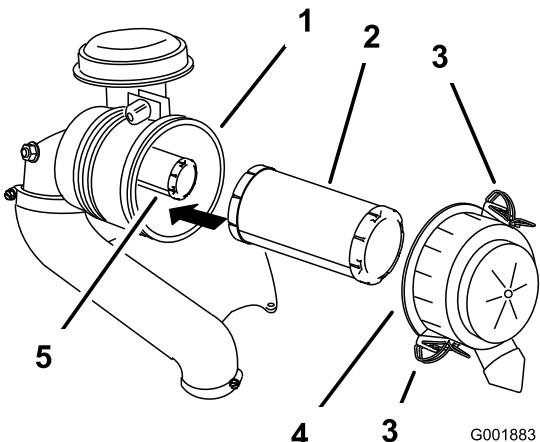

Figura 44
3. Abra los cierres del limpiador de aire y tire de la tapa del limpiador de aire para separarla del cuerpo del limpiador de aire (Figura 44).
- Si va a cambiar el filtro de seguridad, deslícelo cuidadosamente en el cuerpo del filtro (Figura 44).
- Deslice cuidadosamente el filtro primario por encima del filtro de seguridad (Figura 44).
- Instale la tapa del limpiador de aire con el lado que lleva la palabra **up** hacia arriba, y fije los cierres (Figura 44).
- Extraiga con cuidado el filtro primario del cuerpo del limpiador de aire (Figura 44).